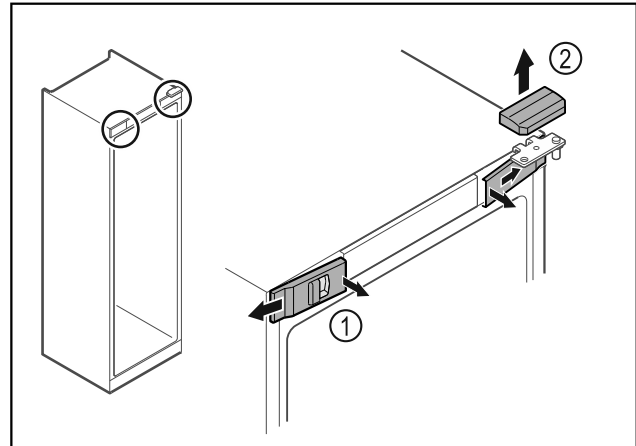

Fig. 4
- ▶ Vordere Abdeckungen Fig. 4 (1) innen austrasten und zur Seite abnehmen.
- ▶ Obere Abdeckung Fig. 4 (2) nach oben abnehmen.